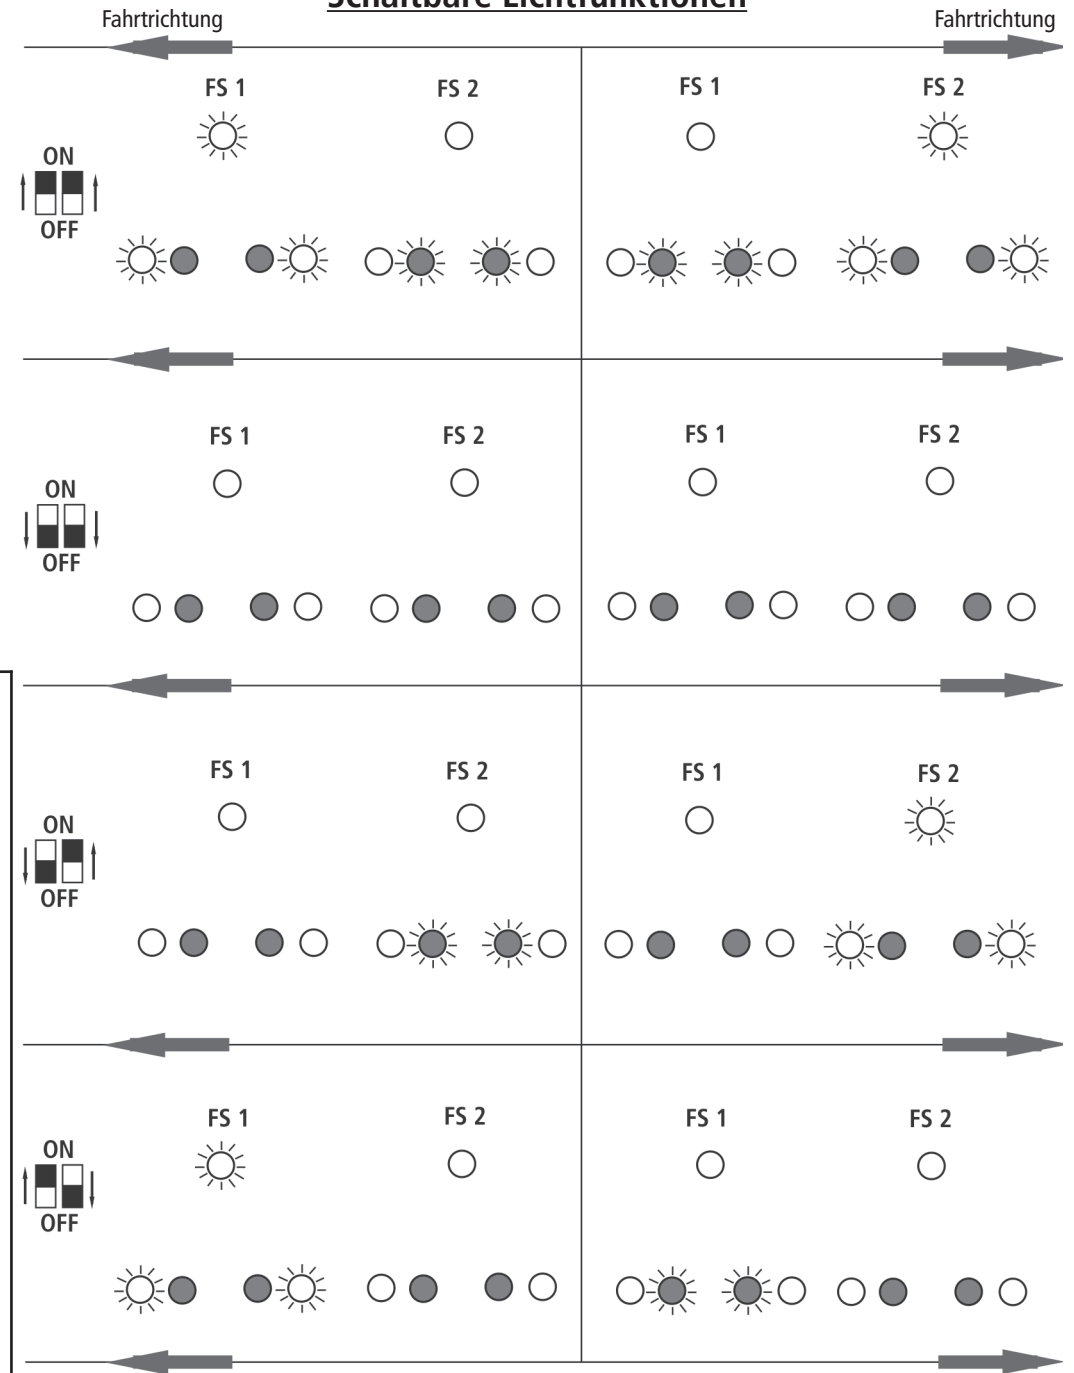
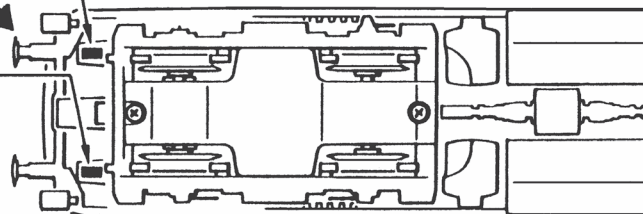

Fig. 6
Fig. 3
**Mehrzugbetrieb:** Zuerst Lokgehäuse abnehmen (Fig. 3). Danach den Brückenstecker aus der Schnittstelle entfernen (diesen sorgsam aufbewahren). Danach den Stecker des Steuerbausteins lagerichtig einsetzen (siehe Fig. 6).
**2. Schmierung:** Versehen Sie die im Schmierplan in Fig. 7 gekennzeichneten Stellen mit nur **kleinen Öltropfen**. Dazu zuerst das Lokgehäuse abnehmen (Fig. 3). Wir empfehlen den ROCO **Öler Art.-Nr. 10906**. Fürs Schmieren der Getriebeteile (Zahnräder, Schnecke) empfehlen wir das **ROCO-Spezialfett Art.-Nr. 10905**. Im Falle der Schmierung diese Teile **nicht ölen**.
**4. Motorwechsel:** Lokgehäuse abnehmen (Fig. 3). Danach wird der Motor ausgebaut (Fig. 9).
Finally put the plug of the chip into the interface as shown in fig. 6.
**2. Lubrication:** Apply **tiny oil drops** to spots marked in fig. 7. Prior to lubrication dismantle locomotive (fig. 3). We recommend using item no. **10906, Roco oiler**. For lubrication the gearparts (e.g. cogwheels, worm) we would recommend our Roco **special grease** (item no. **10905**).
**4. Motor Changing:** First remove loco body (fig. 3), and then the motor (fig. 9).
**Exploitation en télécommande multi-trains:** Enlevez la fiche de shuntage de l'interface (à conserver!) et enfichez finalement la fiche du module de télécommande aux prises de l'interface. Veuillez à la position correcte de la fiche (voir fig. 6).
**2. Graissage:** N'appliquez **qu'une toute petite goutte** aux endroits indiqués par le plan de graissage (fig. 7) après avoir démonté la caisse de la locomotive (fig. 3). Nous vous recommandons **le graisseur à huile Roco réf. 10906**. Pour graisser les engrenages (roues dentées, vis sans fin) nous vous conseillons la **graisse spéciale Roco réf. 10905** pour engrenages en matières synthétiques. Lorsque vous utilisez cette graisse il faut éviter d'huiler ces composants.
**4. Remplacement du moteur:** Démontez la caisse (voir fig. 3). Démontez ensuite le moteur (fig. 9).
1. siehe } Fig. 3